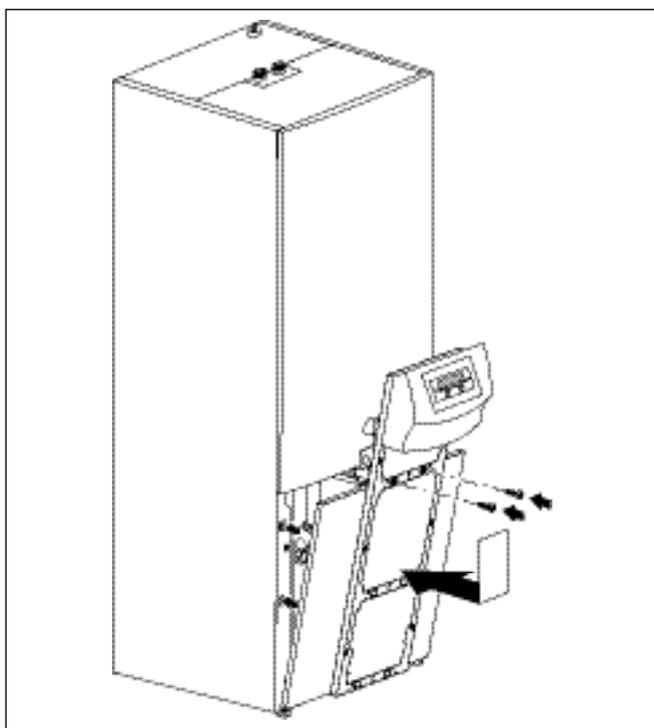

Fig. 6.24 Montage de l'habillage inférieur avant
- Posez l'habillage inférieur sur le cadre, tirez les câbles de raccordement de l'unité de commande à travers le cadre et insérez ensuite l'habillage dans les clips situés sur le boîtier. Fixez le cadre de la console à l'aide des deux vis sur le boîtier comme l'indique la Fig. 6.24.